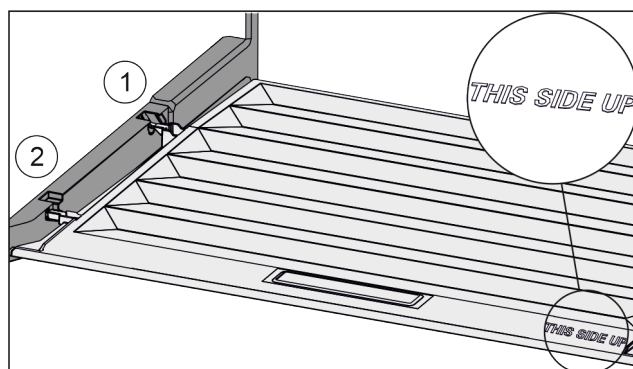

Fig. 34
- Вставить поперечные ребра крышки через отверстие заднего держателя Fig. 34 (1) и защелкнуть спереди в держателе Fig. 34 (2).